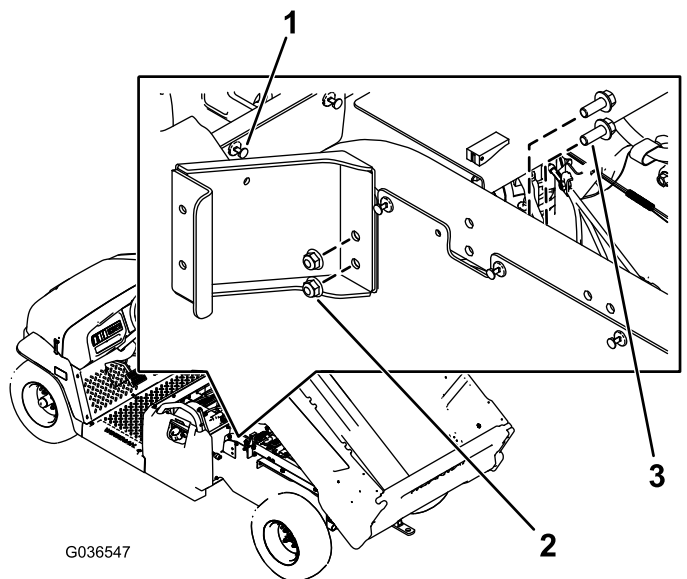

Bild 1
- A. Entfernen Sie die Niete von der linken Platte hinter dem Rücksitzunterteil (**Bild 1**).
- B. Befestigen Sie die linke Schleifenhalterung mit zwei Sechskantschrauben mit Flansch (3/8" x 1") und zwei Muttern (3/8"), wie in **Bild 1** abgebildet.